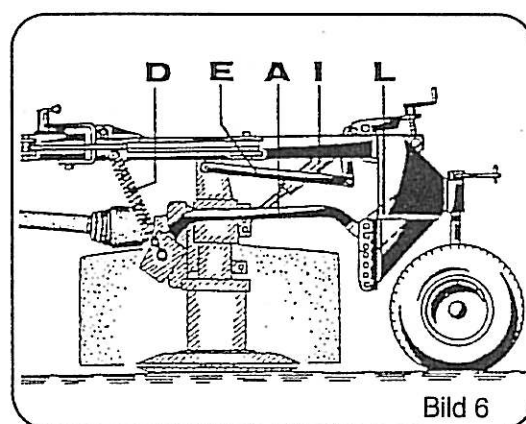

Bild 6
- Skyddsbåge bild 6 pos A
- Övre länk bild 6 pos E
- Cylinder bild 6 pos I
- Avlastningsfjäder bild 6 pos D
- Konsol bild 6 pos L